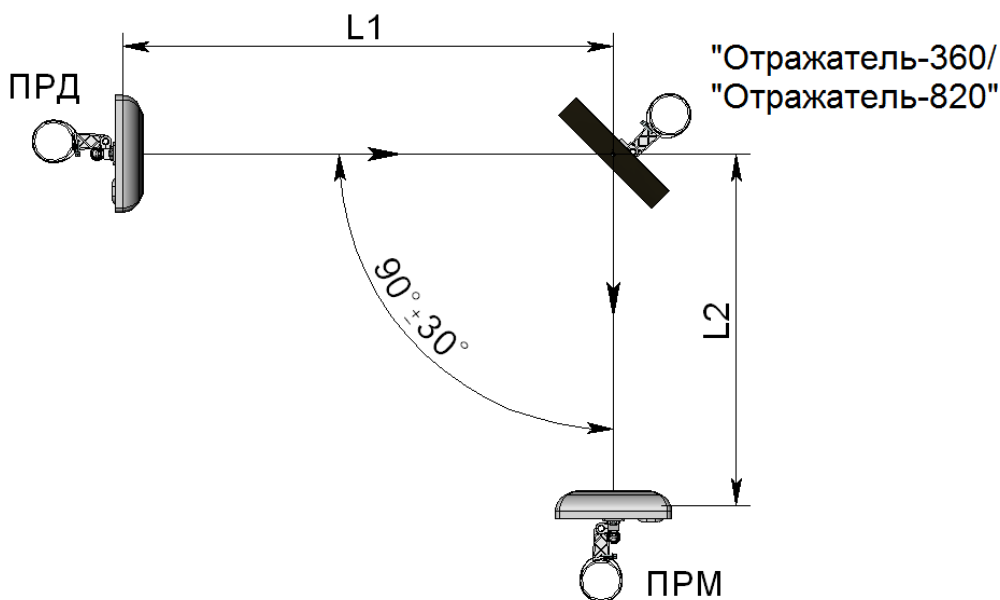

Рисунок 2.10 – Установка извещателя с применением отражателя «Отражатель-360» («Отражатель-820»)
2.3.9.2 При работе извещателя «FMW-3» с «Отражателем-360» (см. рисунок 2.10) суммарная длина зоны обнаружения $L1+L2$ (где $L1$ – расстояние между блоком ПРД и отражателем, $L2$ – расстояние между отражателем и блоком ПРМ) не должна превышать 50 м.